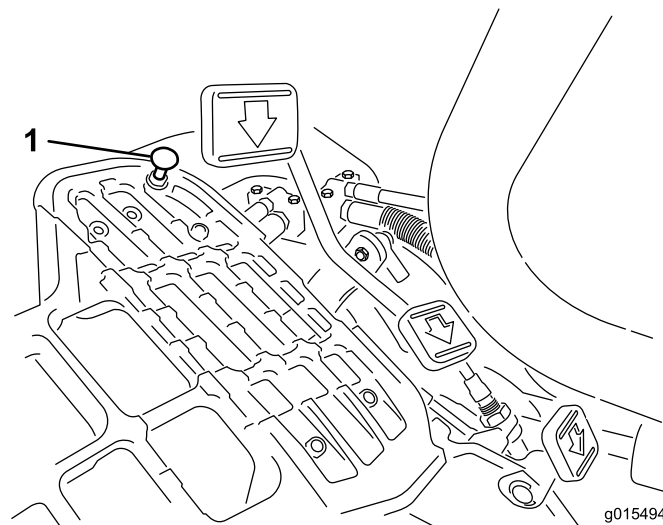

Figura 49
Pise el pedal de tracción. Si el pedal toca el tope (Figura 49) antes de que se note tensión en el cable, es necesario hacer un ajuste:
1. Afloje las contratuercas con arandela prensada que fijan el tope del pedal a la chapa de suelo (Figura 49).